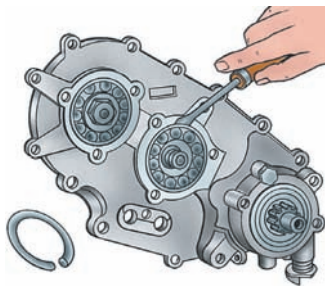

Рис. 4. Зняття стопорних кілець підшипників
11. Зніміть кришки підшипників проміжного валу і валу приводу переднього моста. Зніміть стопорні кільця (рис. 4) підшипників і вибийте вали.